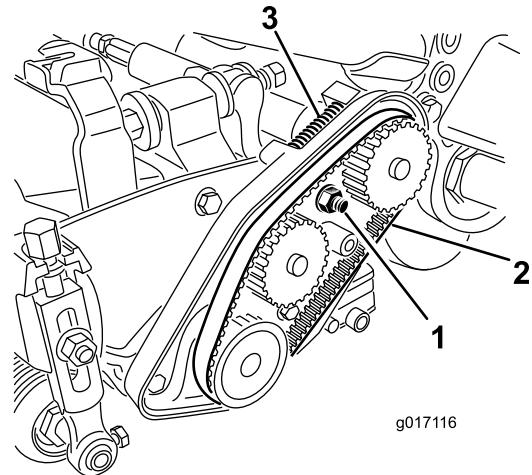

图21
3. 松开轴承座螺母 图21。
5. 拆下皮带 (图21)。
12. 确保压缩弹簧对皮带 (图21) 施加张紧力。